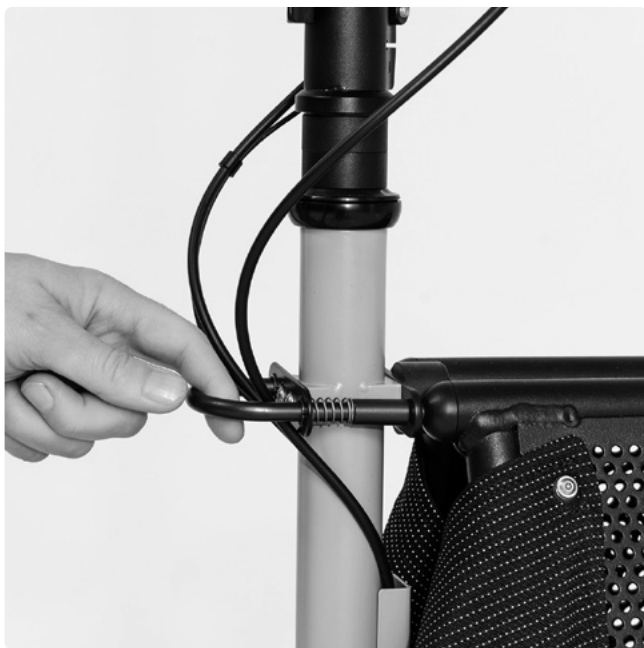

FIG. 51
- Per aprire il cestino, tirare delicatamente la staffa di bloccaggio (fig. 51). Il cestino si apre senza ulteriori azioni.